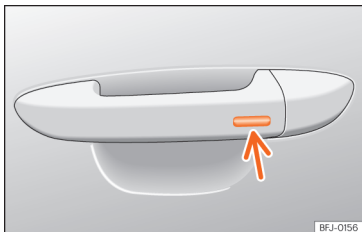

Fig. 112 Maniglia della porta: superficie sensibile.
- Tenere un dito per alcuni secondi sulla superficie sensibile di blocco »» **fig. 112** (freccia) della maniglia della porta per chiudere il tettuccio. Se si smette di toccare la superficie sensibile si interrompe la funzione di chiusura.